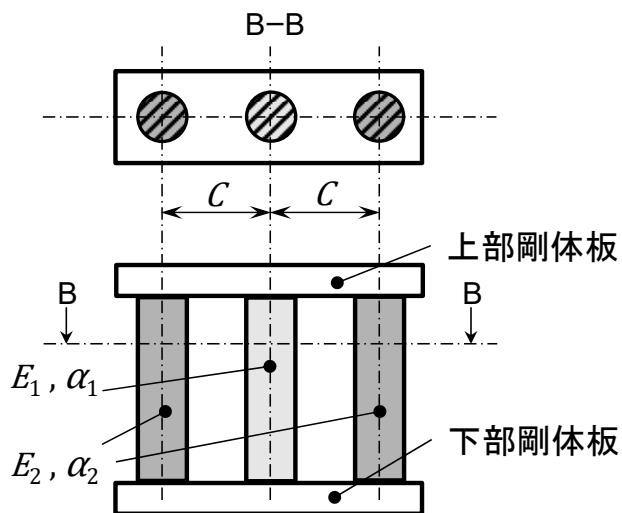
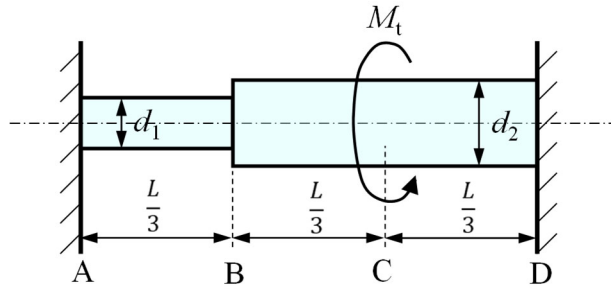

図1
図 4
1. 断面積が A_0 で等しく、温度 T_0 での自然長が L_0 で等しい3本の柱がある。これら3本の柱が、図1に示されるように、上下端を剛体板に接合されている。ただし、剛体板の中央に配置されている柱は、縦弾性係数が E_1 、線膨張係数が α_1 であり、その両側に中央の柱との中心間距離 C で配置されている2本の柱は、縦弾性係数が E_2 、線膨張係数が α_2 である。ここで、 $0 < E_1 < E_2$ かつ $0 < \alpha_1 < \alpha_2$ である。柱と剛体板の自重は無視して以下の問いに答えよ。
3. 図1に示されるような段付きの中実丸棒がある. この棒の区間 AB の直径ならびに長さは d_1 および $L/3$ であり, 区間 BD の直径ならびに長さは d_2 および $2L/3$ である. なお, d_1 は d_2 よりも小である. この棒の両端は剛体壁に固定されており, 材料のせん断弾性係数は G である. 図4に示されるように, 区間 BD の中点である C 点にねじりモーメント M_t を加えた. 以下の問いに答えよ. 答の導出過程も記述すること. なお, 応力集中は無視せよ.